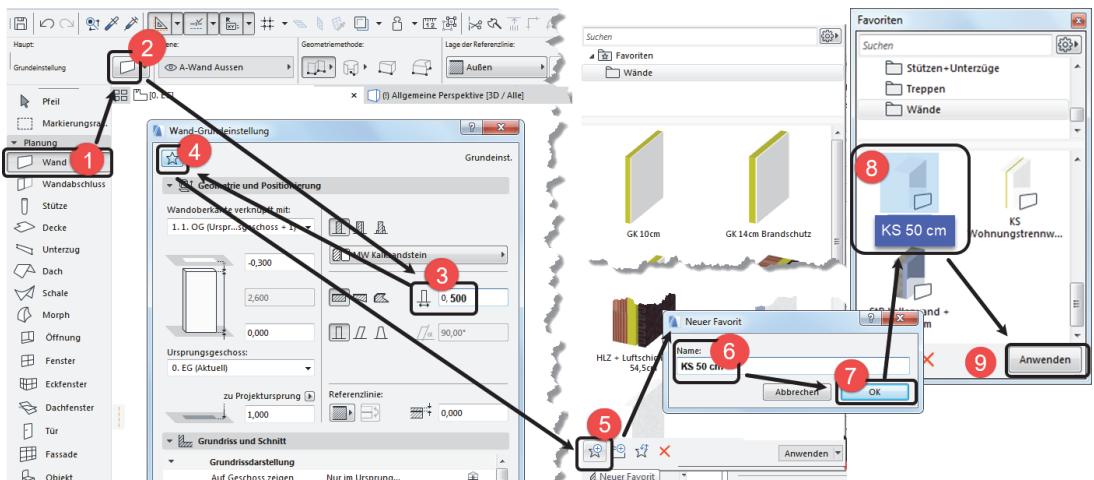

Abb. 1.24: Favoriten mit eigenem WAND-Element bestücken
- Die **FAVORITEN** können Sie über das Werkzeug  in der Symbolleiste **STANDARD**, das Menü **FENSTER|PALETTEN|FAVORITEN** oder Tastenkürzel **[Strg] + [F]** aktivieren. Damit können Sie häufig benutzte Elemente in einer Liste zur schnellen Auswahl anzeigen lassen. *Eigene* Elemente mit bestimmten individuellen Voreinstellungen können Sie später aus dem **GRUNDEINSTELLUNGEN**-Dialogfenster jedes Werkzeugs mit der Schaltfläche **FAVORITEN** dort ablegen. Als Beispiel wird in Abbildung 1.24 eine Wand mit Wandstärke 50 cm als Favorit gespeichert: